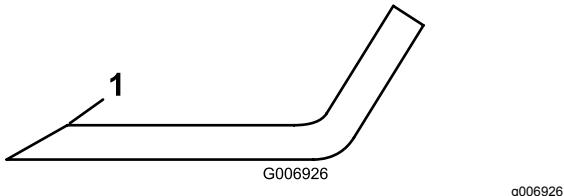

Bild 97
Schnittkanten. Schärfen Sie nur die Oberseite der Schnittkante und behalten dabei den ursprünglichen Schnittwinkel bei, um die Schärfe des Messers zu gewährleisten (Bild 97).
6. Wenn das Messer stumpf ist oder Kerben hat, schärfen Sie nur die Oberseite der Schnittkante und behalten den Originalschnittwinkel bei (Bild 97).